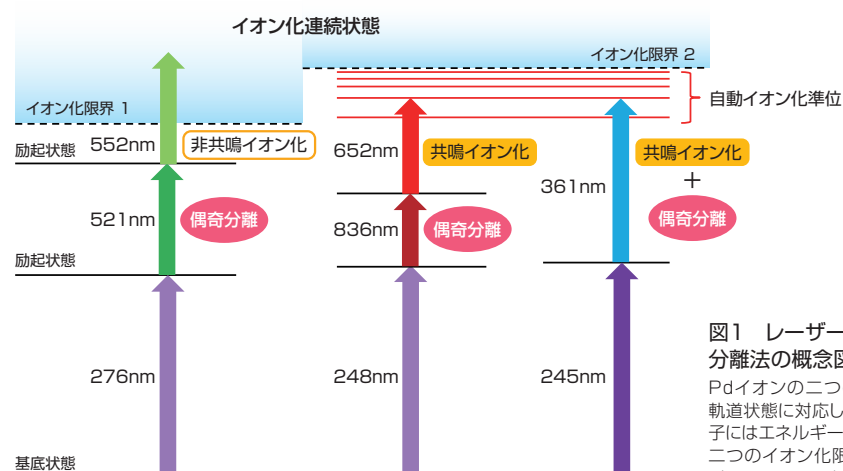

図1 レーザー偶奇分離法の概念図
「従来法では、原子のイオン化が起きる一定以上の高エネルギー状態(イオン化連続状態)に電子を励起することだけを考へて、原子の光吸収のしやすさを考慮していない波長のレーザーを照射してイオン化していました(非共鳴イオン化)。それが、イオン化効率が低い原因でした」(図1-①)